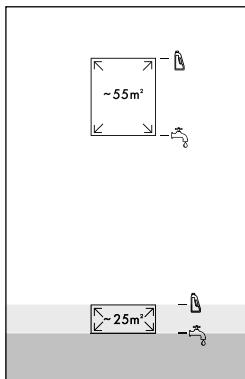

Abb. 8
- ◆ Füllen Sie für kleine Flächen  (bis zu 25 m2) Leitungswasser oder destilliertes Wasser bis zur ersten Füllstand-Markierung  in den Frischwasserbehälter ⑪ (siehe Abb. 8).
- ◆ Füllen Sie für kleine Flächen  (bis zu 25 m2) Reinigungsmittel bis zur zweiten Füllstand-Markierung  in den Frischwasserbehälter ⑪ (siehe Abb. 8).